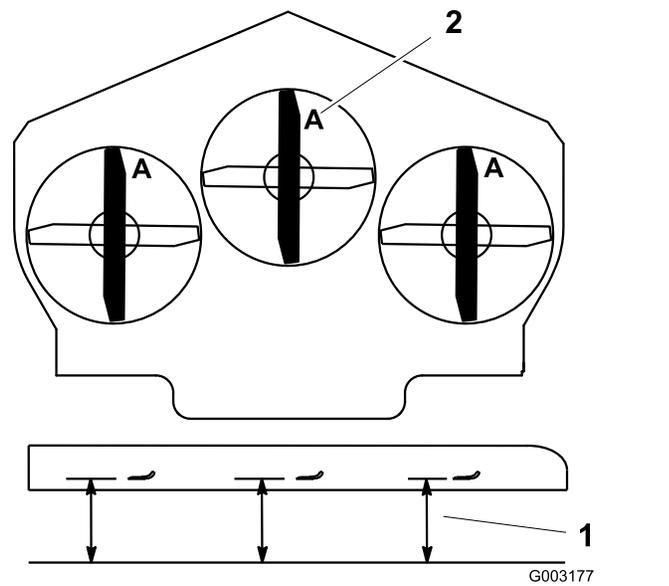

Figure 108
4. Mesurez la distance entre la surface plane et le tranchant (position A) des lames (Figure 108).